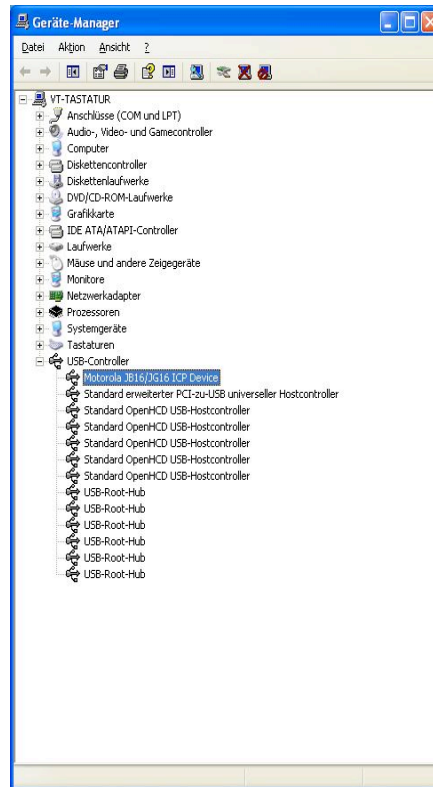

Abb.5
–Ob die Installation funktioniert hat, kann im Gerätemanager unter dem Punkt „USB-Controller“ kontrolliert werden. Hier sollte der „Motorola JB16/JG16 ICP Device“ aufgeführt sein (Abb. 5).